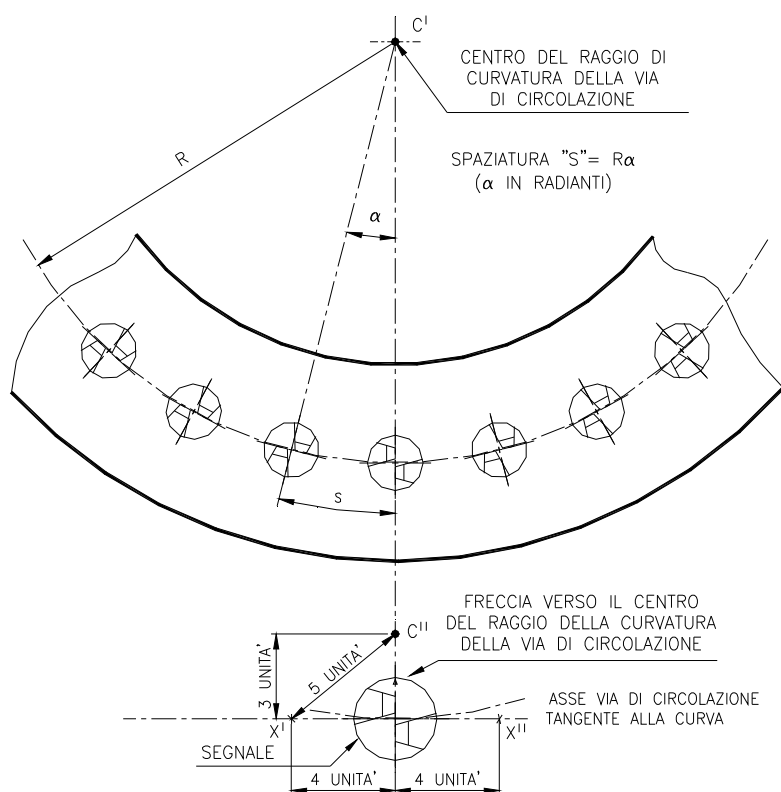

Figure 13 – Orientation des feux dans les sections courbées
1. Utiliser le schéma de la Figure 13 pour déterminer le rayon (R) de la courbe et marquer le centre de la courbe (C').
2. Déterminer l'espace longitudinal (S) entre les feux. Le Tableau 2 se réfère aux normes FAA AC 150/5340-30, alors que le Tableau 3 se réfère aux normes OACI Annexe 14 – Volume 1.
3. Localiser et marquer la position de chaque feu (C) axe voies de circulation.